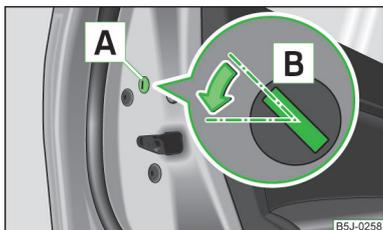

Fig. 160
- Desmontar el paramento **A** » fig. 160.